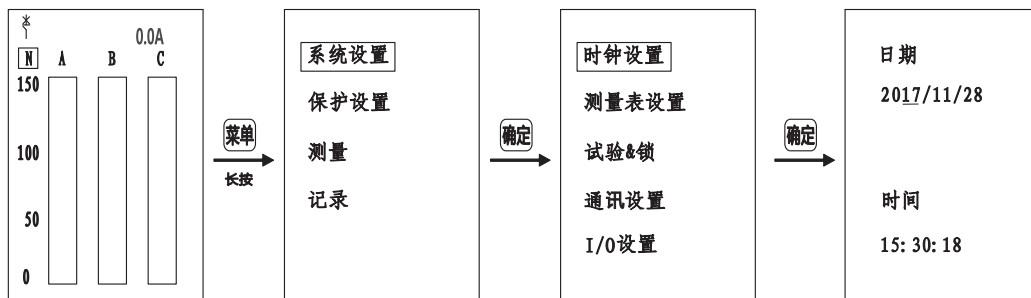

图53 时钟设置步骤
- ② 系统设置：主界面长按“菜单”键进入主题菜单，按“确定”键进入系统设置界面，按“↑”“↓”键选择需要设置的选项，按“确定”进入选项。示例见图53（时钟设置）